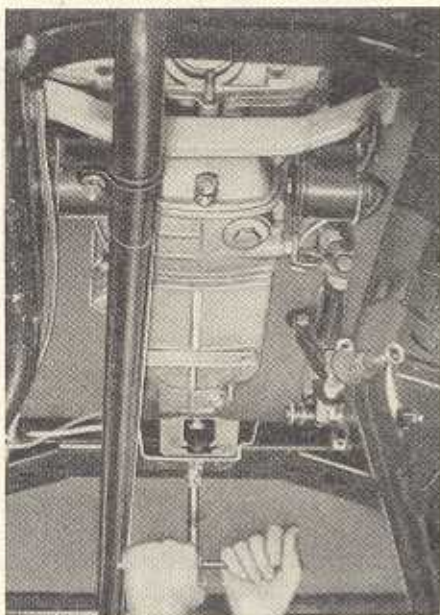
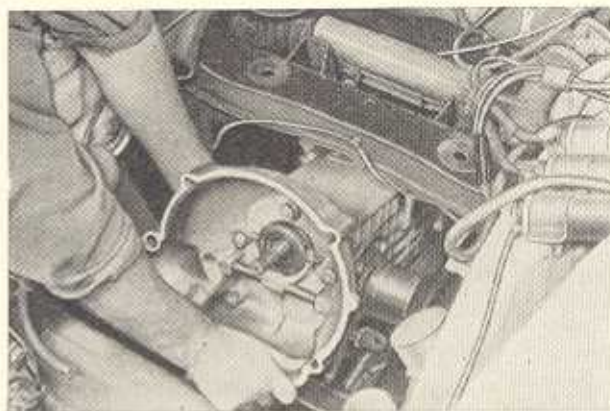

Bild G 4. Lösen des Getriebes
Bild G 5. Getriebe nach vorn ziehen und herausheben
8. Hintere Getriebeaufhängung lösen (Bild G 4), Getriebe nach vorn ziehen und aus dem Motorraum herausnehmen (Bild G 5). Dabei darauf achten, daß das Getriebe hinten gegen Herabfallen gehalten wird und daß die Schaltwelle zur Vermeidung von Beschädigungen in der tiefsten Stellung steht (Vorwählstellung 3. und 4. Gang).